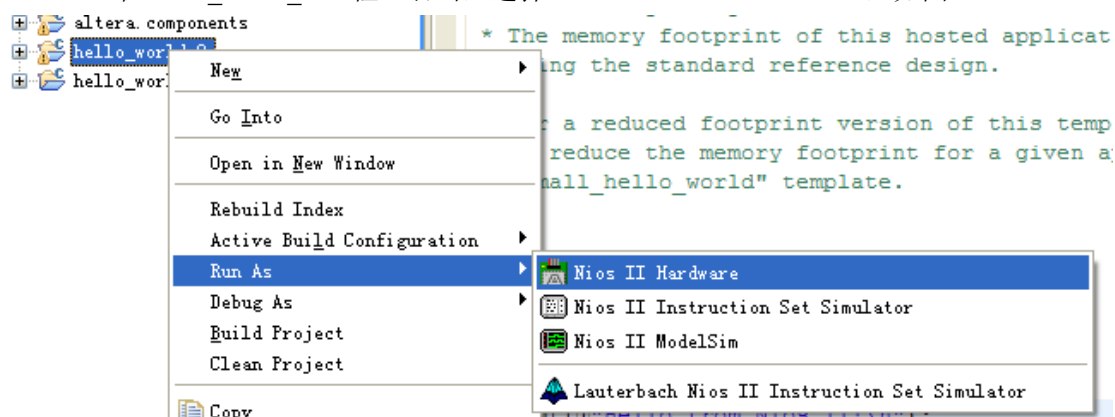

图 6-17 运行 C 代码
23. 在 hello_world_0 工程上右击, 选择 Run As ->Nios II Hardware, 如图 6-17。